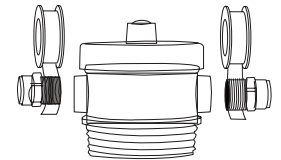

Figure 1
3. Enrobez de ruban Téflon^{MD} (2 1/2 tours) autour du raccord MNPT 3/4 in. x 3/4 in. (1,9 cm x 1,9 cm) pour un conduit de cuivre dans la direction horaire (voir la Figure 1) et assemblez fermement dans la tête du filtre. N'utilisez pas de scellant à conduit (pâte lubrifiante), puisque certains solvants dans certaines pâtes lubrifiantes pour conduit peuvent endommager les raccords en plastique. Ne pas serrer à outrance, un serrage à outrance peut causer des dommages à la tête du filtre.